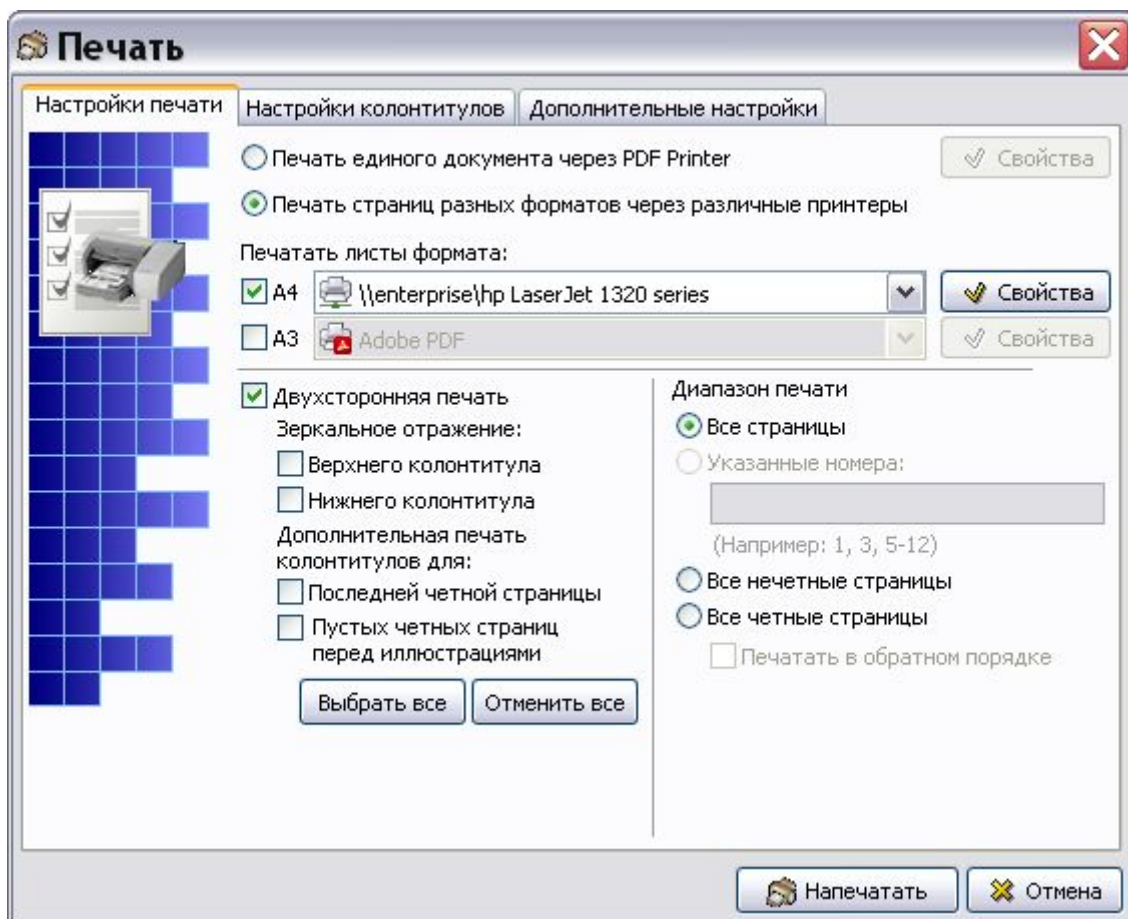

Рис. 8.114
7. Нажмите на кнопку  Печать... в нижней части окна. При этом откроется диалоговое окно **Печать** (Рис. 8.114).